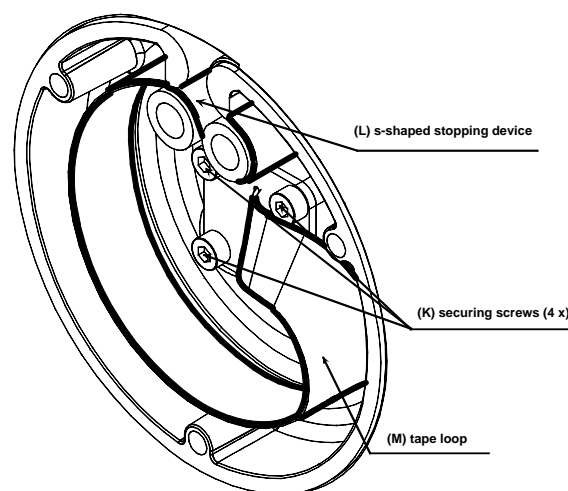

Figure 8-7
- Avec la clé Allen de 2.5 dévisser les 4 vis (K) du porte-flasque, comme indiqué sur la Figure 8-7.
- Faire une boucle (M) et un S (L) avec le ruban comme indiqué sur la Figure 8-7.
- Placer les joints et flasques montés sur le ruban au centre de l'axe, les tenir en position avec le porte-flasque; fixer les 4 vis (K) (Figure 8-7) du porte-flasque sans les bloquer.